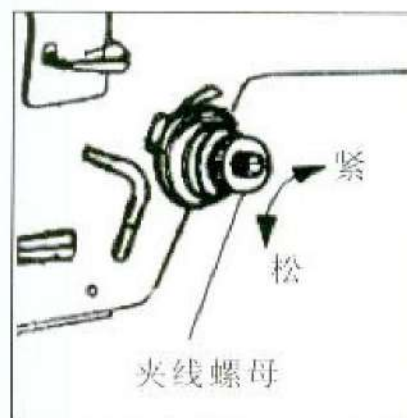

图11
1) 根据底线张力情况可以调整面线的张力，将夹线螺母顺时针方向旋转以此来增加压力，逆时针方向旋转减小压力（图11）。